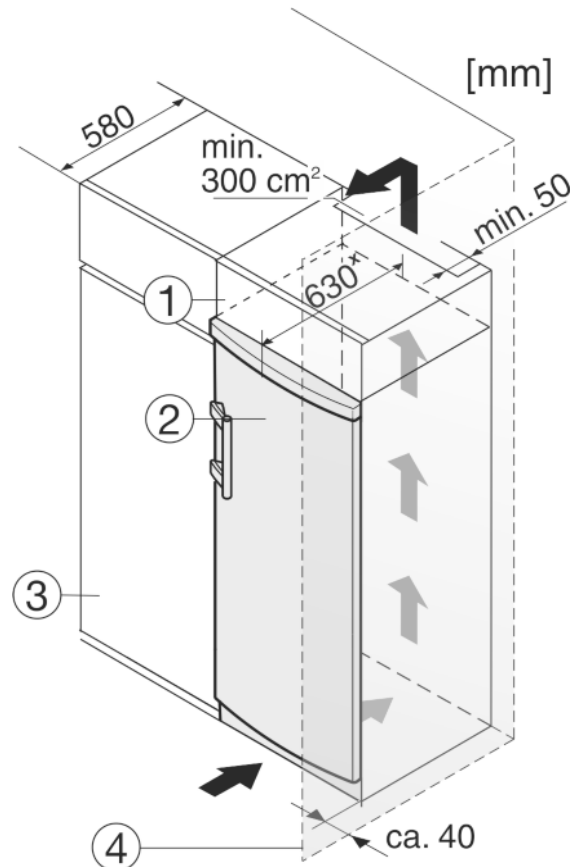

Fig. 10
- (1) Дополнительный шкафчик
- (2) Устройство
- (3) Кухонный шкаф
- (4) Стенка
Устройство может быть окружено кухонными шкафами. Чтобы уравнять устройство Fig. 10 (2) по высоте с кухонной стенкой, можно установить над устройством дополнительный шкафчик Fig. 10 (1).
При комбинировании с кухонными шкафами (глубина макс. 580 мм) устройство можно установить непосредственно рядом с кухонным шкафом Fig. 10 (3). Устройство выступает сбоку на 34 мм * и по центру на 50 мм * относительно передней стенки кухонного шкафа.
Если устройство установлено на шарнирах у стены Fig. 10 (4), то расстояние между устройством и стеной должно быть не менее 40 мм. Настолько выступает ручка при открытой дверце.